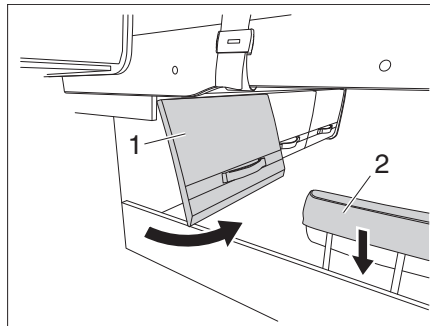

Bild 162 Förvaringslucka och nackstöd
- Öppna förvaringsluckan (Bild 162,1).
- Sänk nackstödet (Bild 162,2).